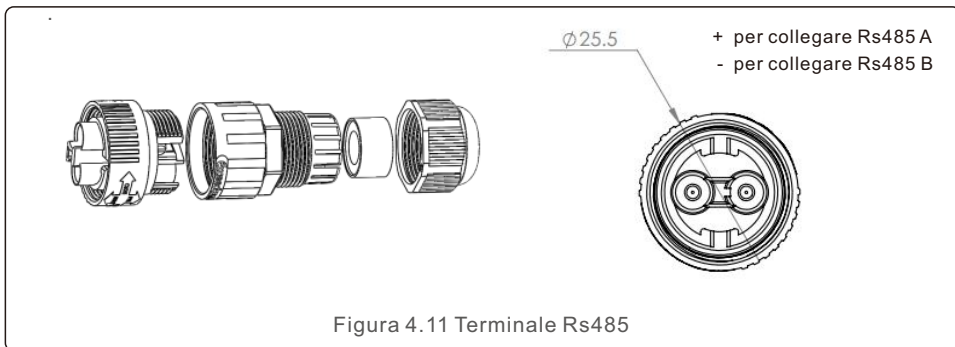

Figura 4.11 Terminale Rs485
a. Come indicato nella figura 4.11, i terminali RS485 per l'inverter e l'EPM sono già assemblati. Suggerimenti: Cavo RS485: preferibile 0,5 mm², max 1,0 mm².